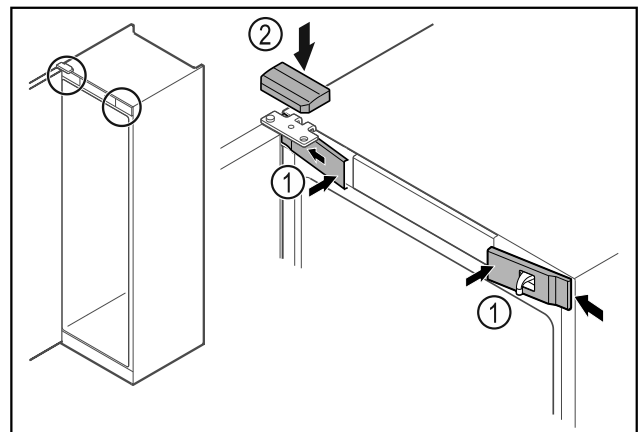

Fig. 38
- Vordere Abdeckungen Fig. 38 (1) seitlich einhaken und aufrasten.
- Obere Abdeckung Fig. 38 (2) von oben aufrasten.